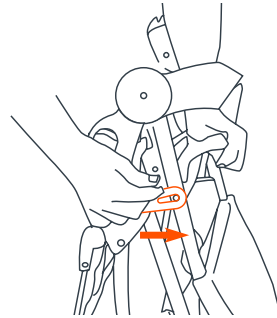
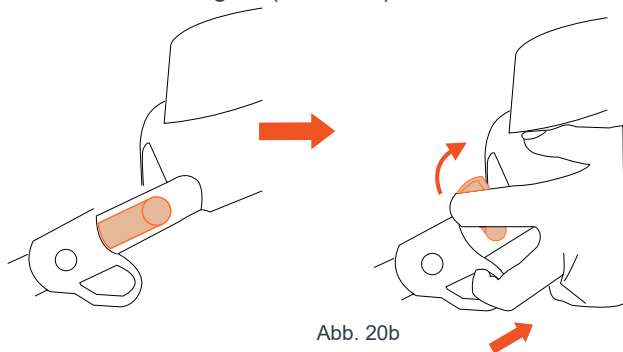

Abb. 20a
Abb. 20b
- Klappen Sie den Kinderwagen zusammen, indem Sie den Riegel entriegeln und gleichzeitig beide Entriegelungshebel betätigen (Abb. 20a). Lösen Sie die Faltriegel und ziehen Sie am Kinderwagengriff, bis der Kinderwagen vollständig zusammengeklappt ist. Sichern Sie den Kinderwagen in der zusammengeklappten Position, indem Sie den Faltriegel auf der rechten Seite des Kinderwagens über der aus dem Rahmen herausragenden Niete verriegeln (Abb. 20b).